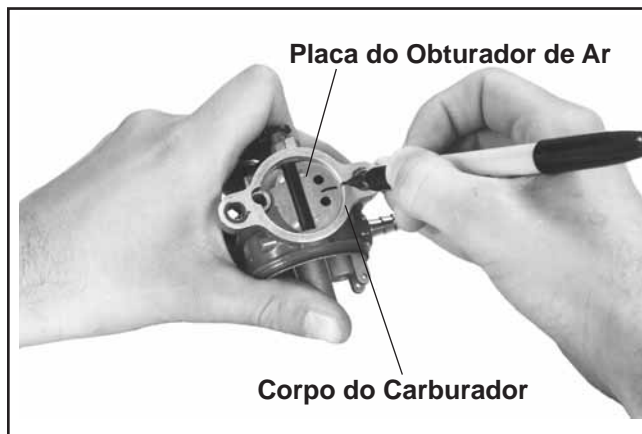

Figura 5-10. Marcar a Placa do Obturador de Ar e o Corpo do Carburador.
1. Devido ao biselamento das extremidades da placa do obturador de ar, marque a placa do obturador e o corpo do carburador para garantir a nova montagem correcta. Consulte a Figura 5-10.